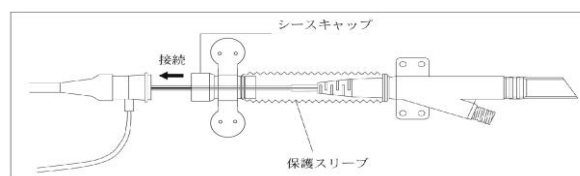

図 6. 保護スリーブ
- (6) 駆動を開始する。X 線透視下にてバルーンが十分拡張していることを確認すること。
- (7) バルーン先端位置を X 線透視下にてよく確認する。
- (8) シース挿入の場合で保護スリーブを用いる際には、先端のシースキャップの部分をシースボディーにはめ込む。(図 6 参照)